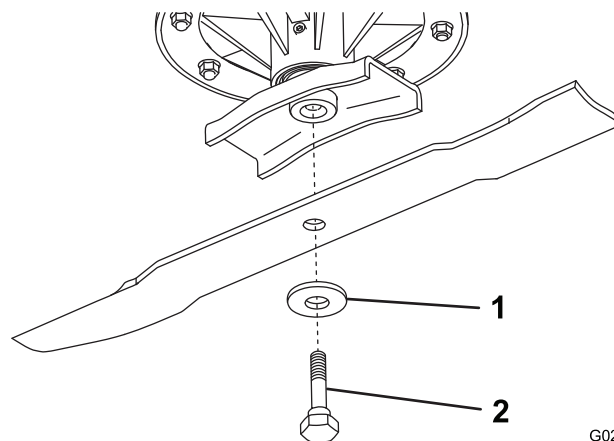

Figura 27
- Afferrate l'estremità della lama con un cencio o un guanto bene imbottito. Togliete la vite speciale, la rondella Belleville e la lama dal gruppo fusello (Figura 27).